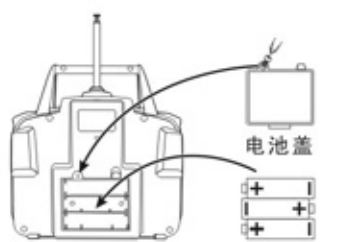

图2
2. 电池的安裝方法：先拧开电池盖螺丝，然后打开遥控器的电池盖，依照电池箱的电极指示正确地放入3节“AA”电池(电池须另购)。如图2